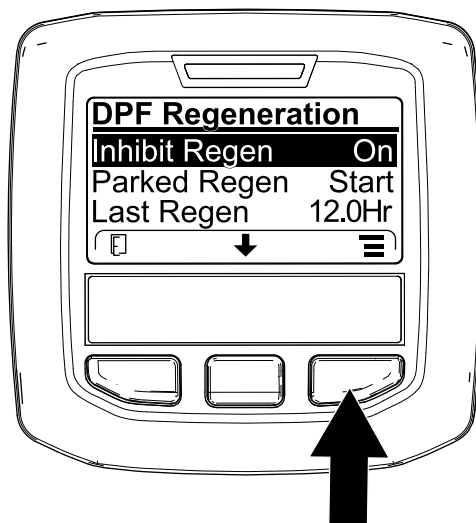
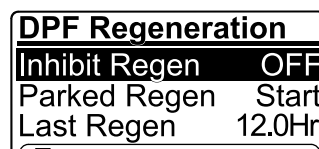

図 48
図 49
1. DPF Regeneration メニューで、中央ボタンを押して再生禁止 INHIBIT REGEN オプションに移動し、右ボタンで中に入る 図 48。
2. 右ボタンを使って、設定をを、ON から OFF 図 48 または OFF から ON に変える 図 49。